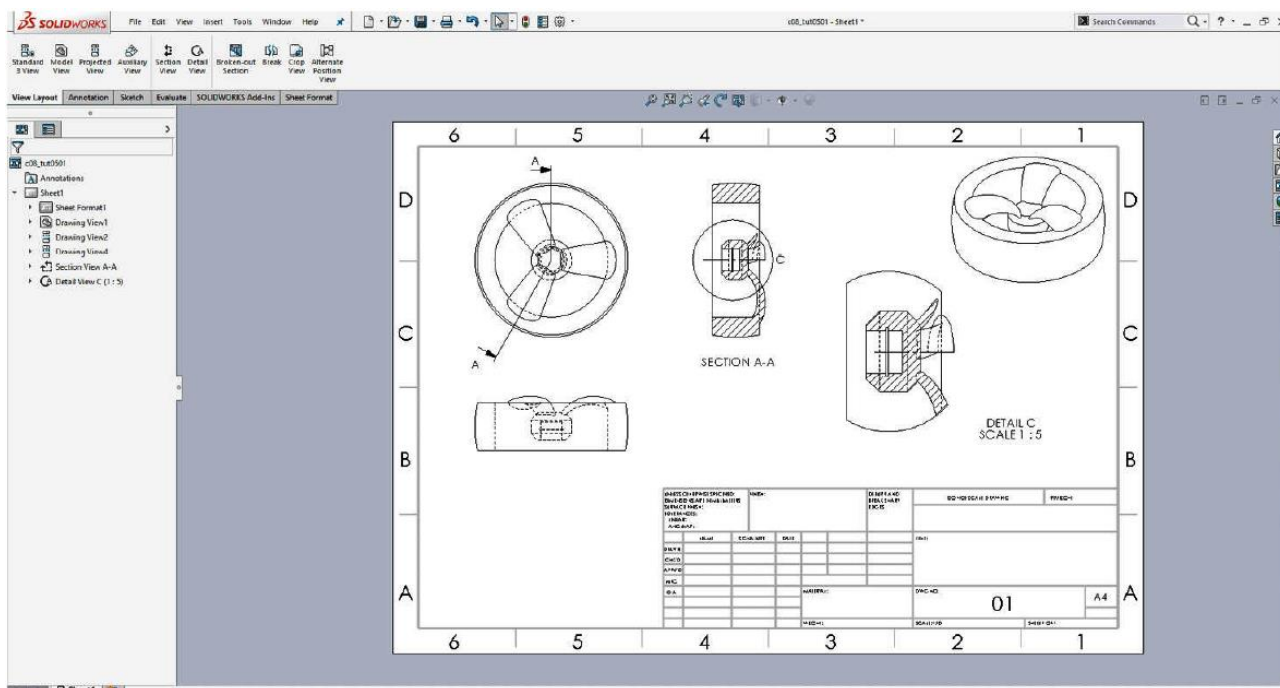

Рисунок 11.8 – Детальний вигляд, створений на основі суміщеного розрізу
- е) Створіть детальний вид (див. рис. 11.8).
2. Нарисуйте невелике коло в області центральної кругової деталі моделі у суміщеному розрізі (рис. 11.8). Під час створення кола попередній перегляд детального виду прив'язується до курсора.
3. Розмістіть детальний вигляд праворуч на аркуші над штампом (рис. 11.8).